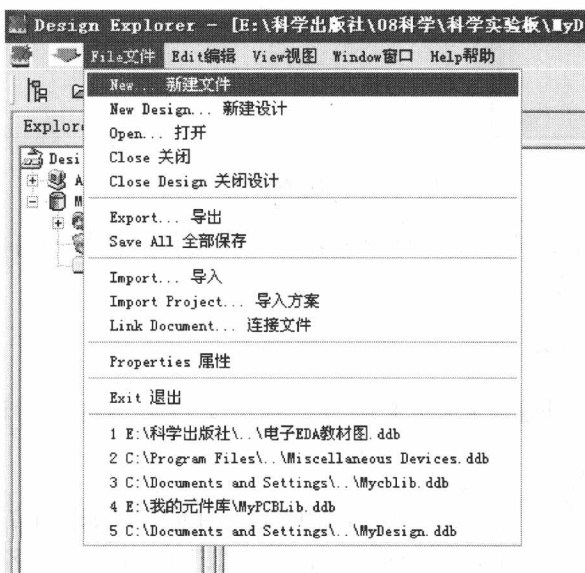
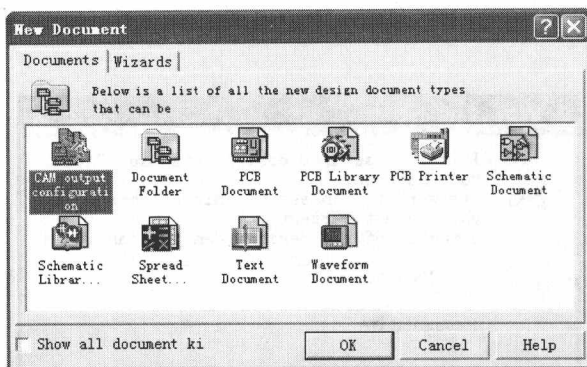

图 1-13 执行【File】/【New】命令
图 1-14 选择文件类型
2) 执行菜单【File】/【New】命令，如图 1-13 所示，弹出如图 1-14 所示的选择文件类型对话框，出现原理图等 10 种文件类型供选择。
1) 执行菜单【File】/【New】命令, 弹出文件类型选择对话框, 如图 1-13 和图 1-14所示。